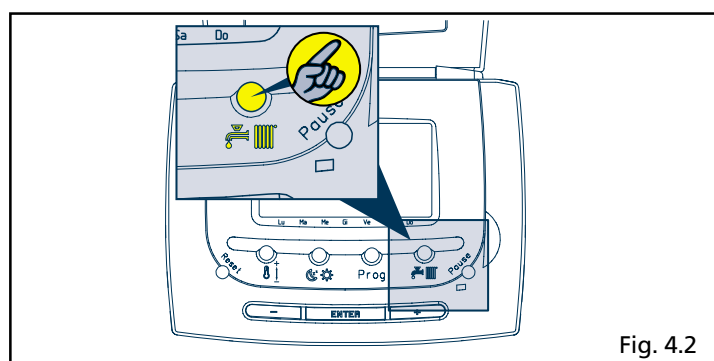
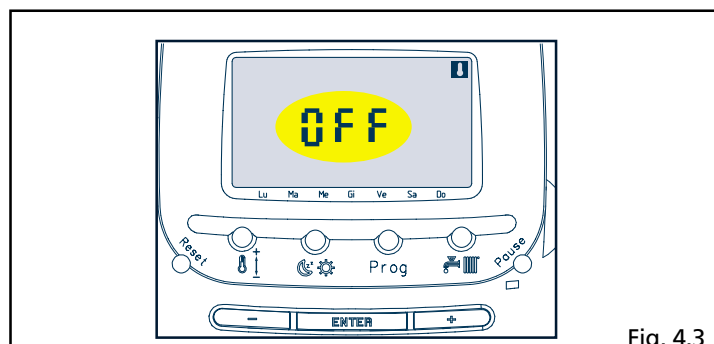
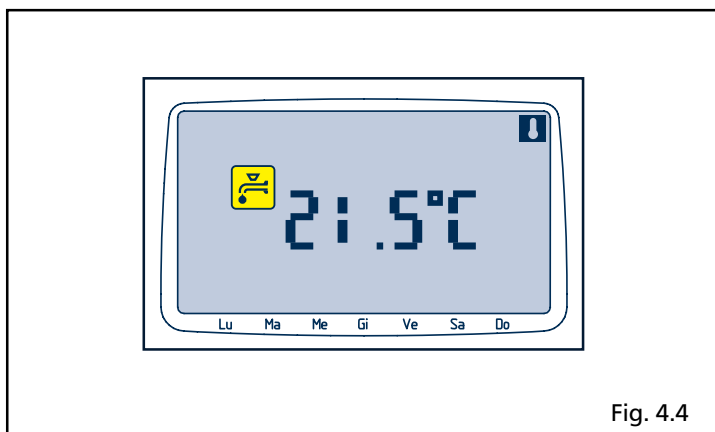

Fig. 4.2
Fig. 4.3
Fig. 4.4
- premere il tasto estate-inverno (simbolo di un sole e un fiocco di neve) sul pannello comandi a distanza (fig. 4.2). Premendo una volta il tasto (simbolo di un rettangolo con una barra diagonale) si passa dalla funzione **OFF** (fig. 4.3) alla funzione estate (simbolo di un sole) (fig. 4.4)
Premendo una seconda volta il tasto  si passa alla funzione inverno (fig. 4.2)